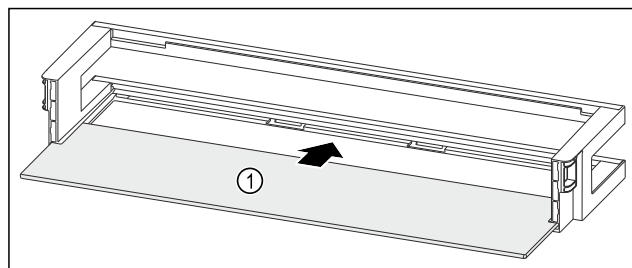

Fig. 134 Ajtópolc tárolólappal
- ▶ Tolja be a tárolólapot Fig. 134 (1) az oldalsó mélyedésekbe.